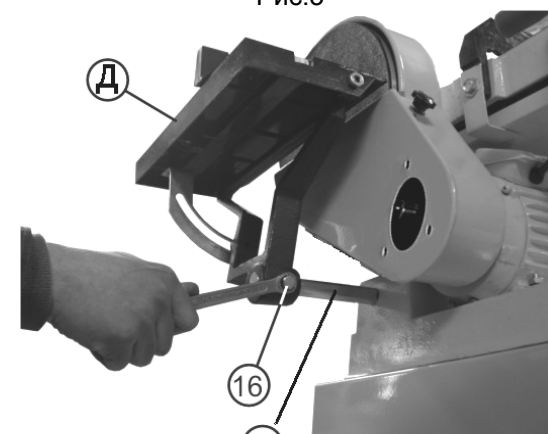

Рис.5
### 8.3. Установка рабочего стола (Рис.5,6)
9.1.2. Ослабьте фиксирующий болт (16), Рис.5, и установите рабочий стол (3) с минимальным зазором относительно шлифовального диска (5). Затяните фиксирующий болт (16), Рис.5.